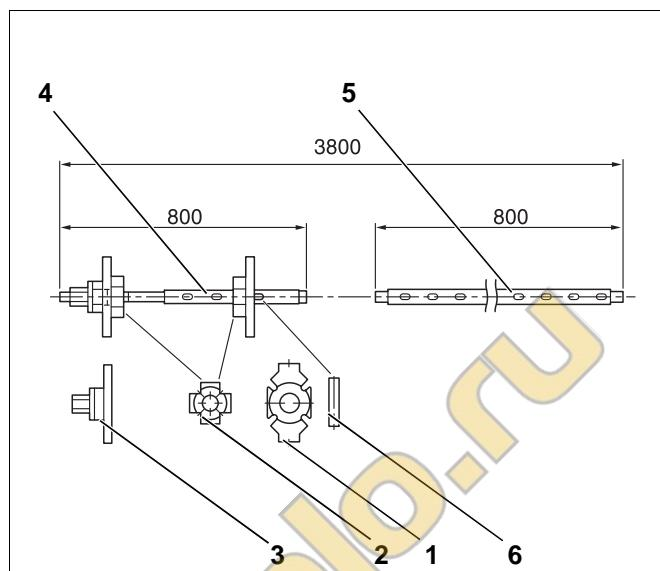

Рис. 2 Стяжной инструмент котла, размер 2.3
- стяжной инструмент котла 2.3 (рис. 2, стр. 10)